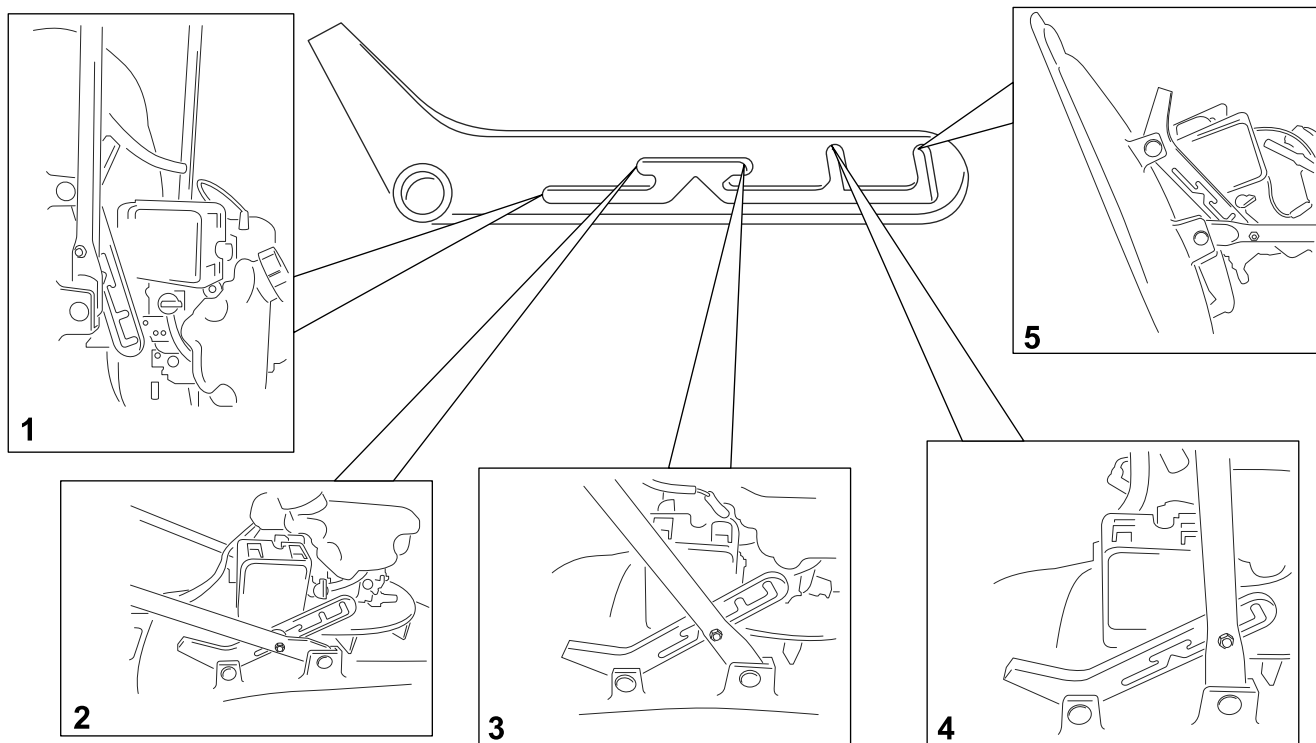

Figure 14
4. Placez le pied sur le plateau de coupe et basculez la machine vers vous (Figure 14).